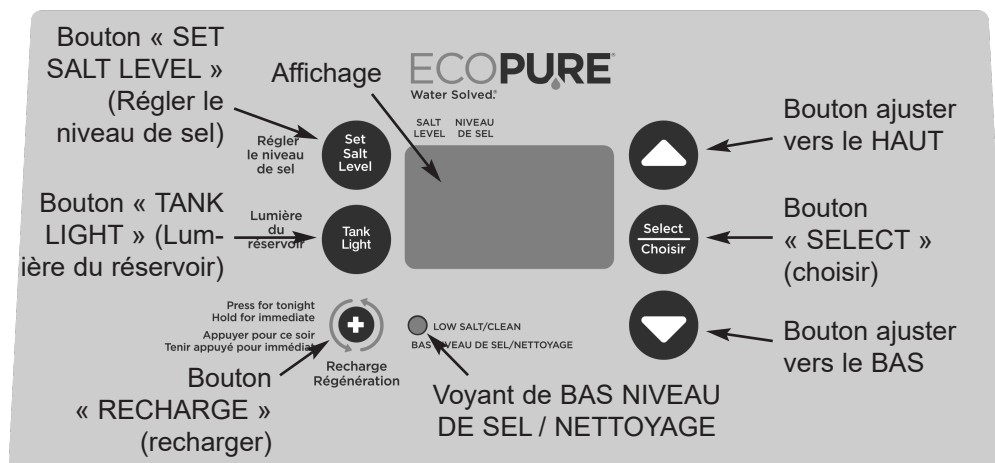

FIG. 16
- **Le voyant clignote alors que l'affichage indique « CLn » (nettoyer)** [voir figure 16] - Quatre mois se sont écoulés sur la minuterie depuis la mise en marche ou la dernière réinitialisation de l'appareil.